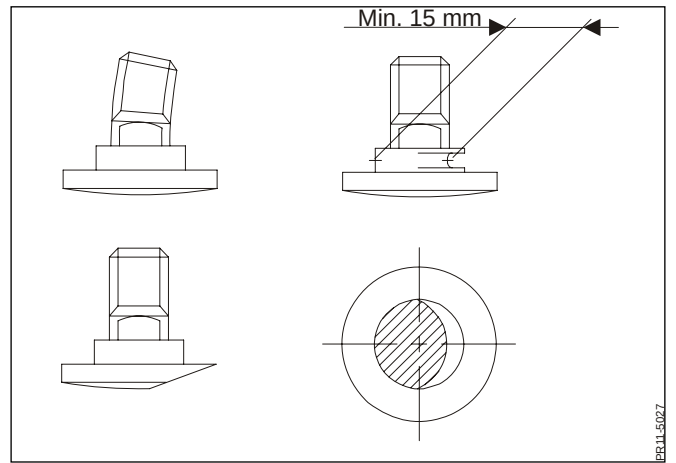

Fig. 5-2
- Fig. 5-2 Knivbolte skal udskiftes hvis: